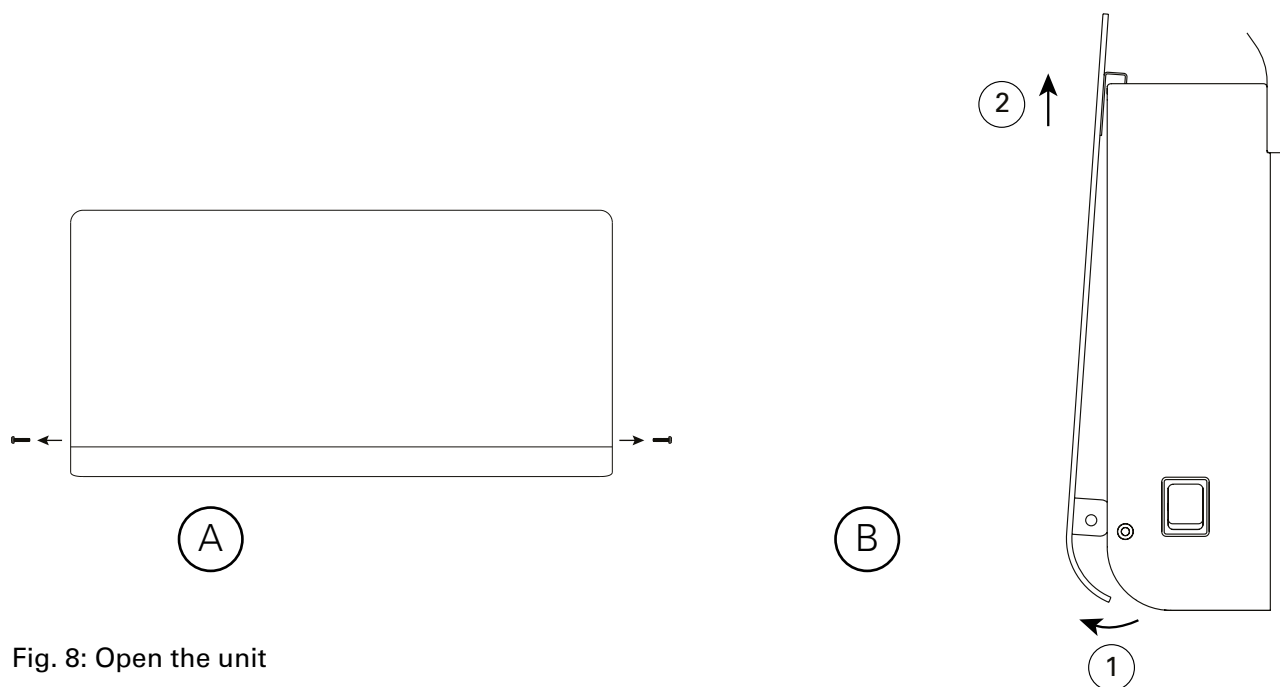

Fig. 8: Open the unit
2. Fronten öppnas genom att ta bort skruvar nertill på plastgavlar (2x), vinkla ut fronten i nederkant och sedan lyfta den uppåt. (Fig. 8)